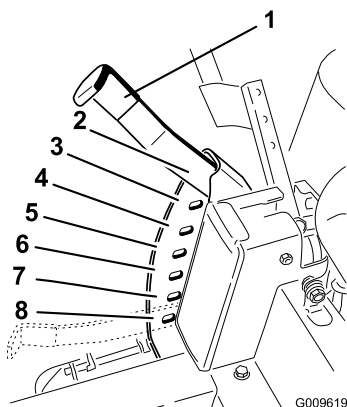

Bild 18
1. Heben Sie den Schnitthöhenhebel in die Transportstellung (Schnitthöheneinstellung von **G** (auch 115 mm) (Bild 18).